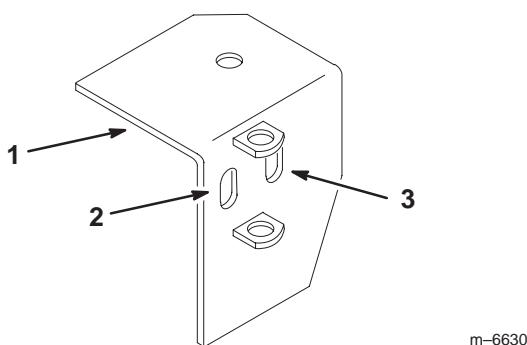

Figure 8
- Choisissez le trou qui convient dans le support de pivot. Reportez-vous à la Figure 8 pour choisir le trou correct.